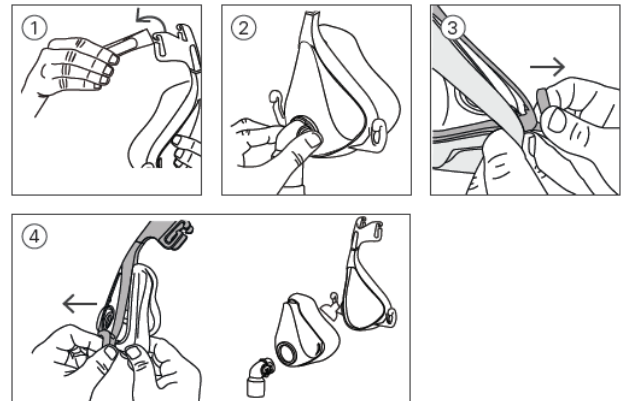

図3-分解方法
- (1) フレームから上部ヘッドギアを外します。面ファスナーを外す必要はない。(図 3-①参照)
- (2) サイドボタンを押し、エルボーを引き離すようにしてエルボーをクッションから取り外す。エアチューブからエルボーを取り外す。(図 3-②参照)
- (3) 下部ヘッドギアフックの下を持ちながら、フレームの隅をクッションの脇からやや引き離すようにする。(図 3-③参照)
- (4) フレームをクッションから外す。(図 3-④参照)